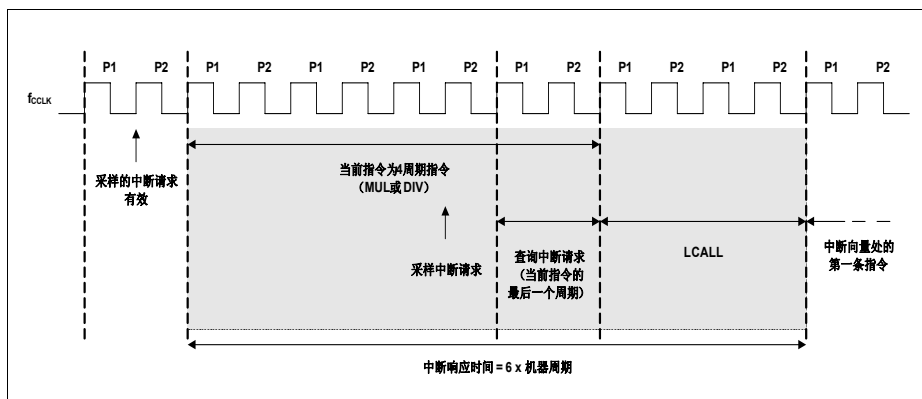
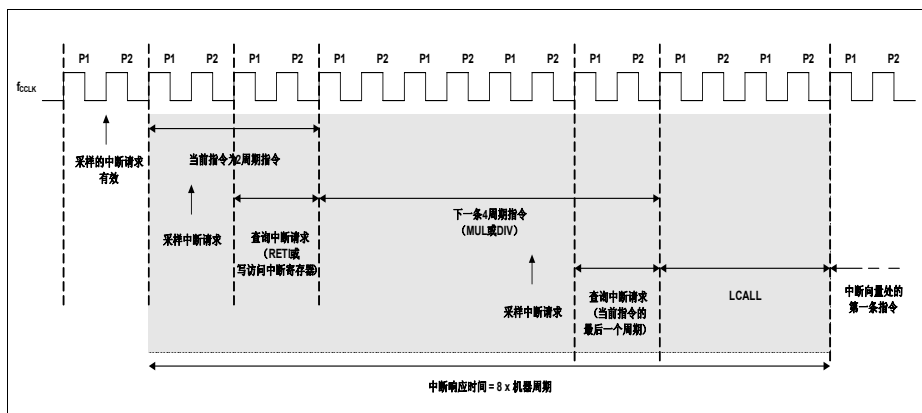

图 9-10 条件 2 下的中断响应时间
图 9-11 条件 3 下的中断响应时间
- 如果正在执行的指令还没有执行到它的最后一个周期，则附加的等待时间不会超过三个机器周期，因为最长的指令（**MUL** 和 **DIV** 指令）仅四个机器周期，见 图 9-10。
- 如果正在执行的指令是 **RETI** 指令或访问寄存器 **IEN0**、**IEN1**、或 **IP(H)**、**IP1(H)** 的写指令，则附加的等待时间不会超过五个机器周期（最多再用一个机器周期完成当前指令，如果指令是 **MUL** 或 **DIV**，再加四个机器周期完成下条指令），见 图 9-11。
因此，在单中断系统中，中断响应时间始终大于等于三个机器周期、小于九个机器周期（不考虑等待状态）。当考虑等待状态时，中断响应时间将会延长，这取决于中断响应期间（图 9-10 和 图 9-11 的阴影部分）执行的用户指令占用的时间（硬件生成的 **LCALL** 除外）。